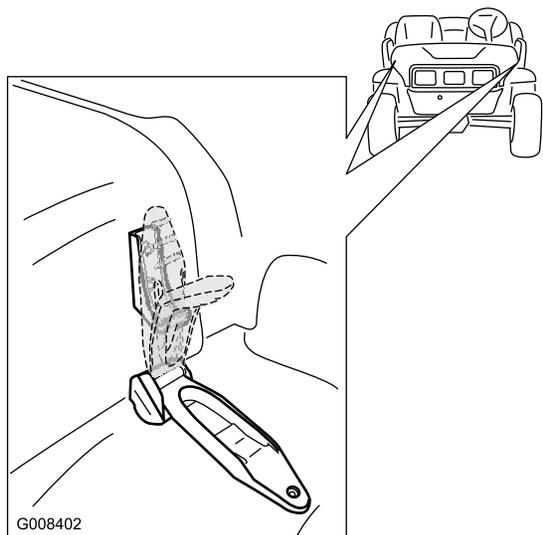

図 22
1. フードの両側についているゴム製ラッチのハンドルを上げる 図 22。
2. フードの両側で、ゴム製ラッチとラッチアンカーをそろえてラッチを掛ける (図 22)。